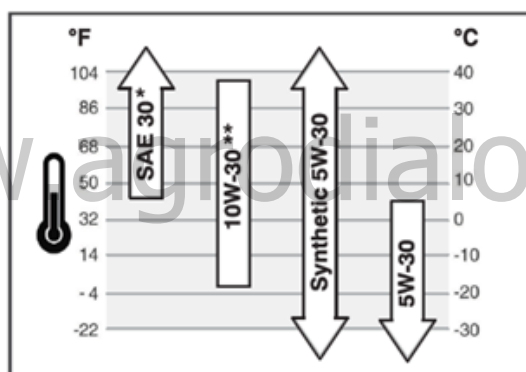

Рисунок 38
6. Залейте в двигатель рекомендованное масло (см. таблицу рекомендованных масел рис.38). Емкость системы смазки двигателя составляет 740 г).